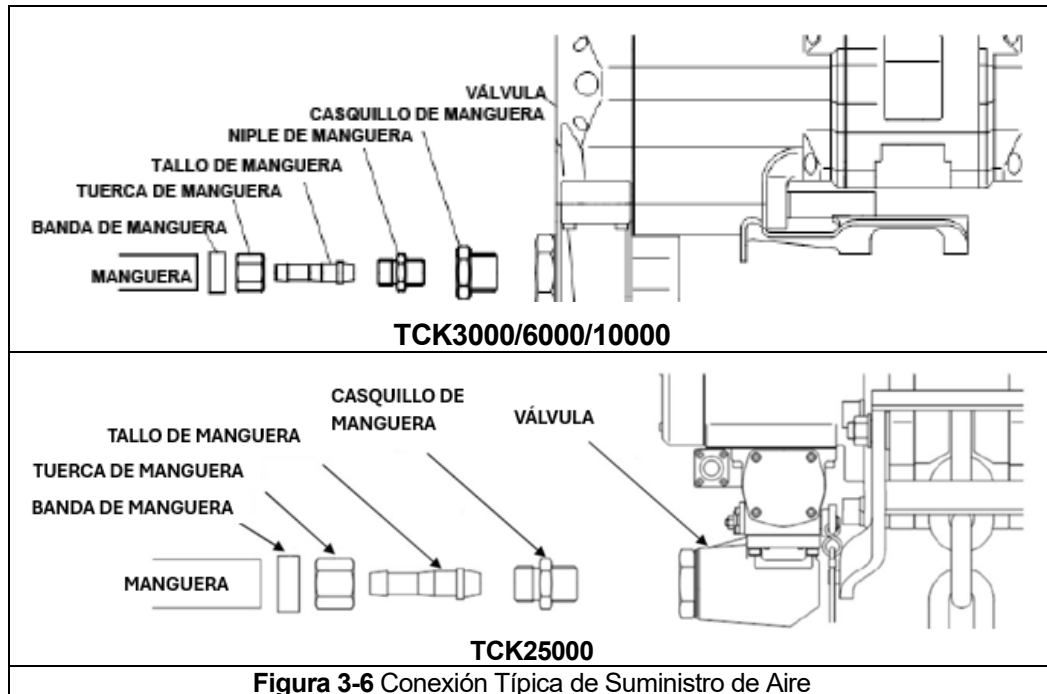

Figura 3-6 Conexión Típica de Suministro de Aire
- 3.9.5 Hacer conexiones al suministro de aire; referencia Figura 3-6. Use un adaptador reductor en la sección de la válvula del polipasto/tecle para tamaños de manguera mayores de 19mm NPT en modelos TCK3000/6000/10000 y 38.1mm NPT para el modelo TCK25000.